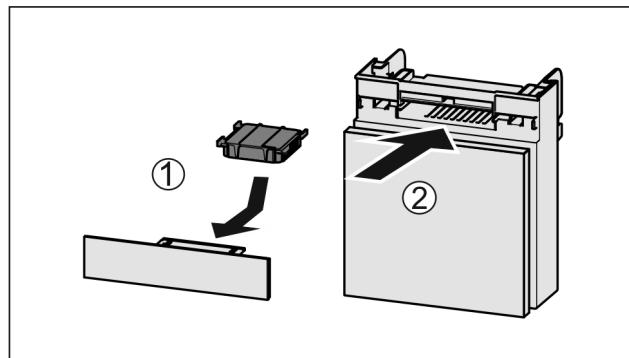

Fig. 182
- Vendosni filtrin me karbon aktiv siç tregohet në figurë Fig. 182 (1).
- Futni kutinë në vend Fig. 182 (2).